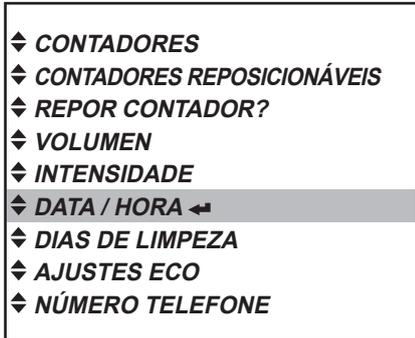

Fig. 37
1. Prima a tecla Enter para aceder ao menu «DATA/HORA». (Fig. 37)